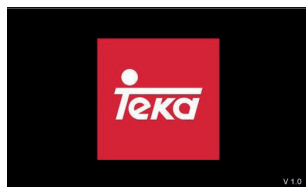
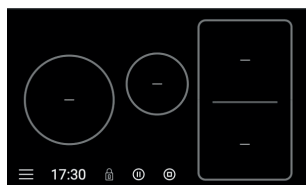

fig. 3
fig. 4
- 1 Berør hovedsensor tænd / slukket ① (1) i mindst et sekund. Lampen for tændt (3) lyser og blinker for at indikere at komfuret tændes. Touchpanelet viser Teka-symbolet (fig. 3). Når det er tændt skiftes direkte til "hovedskærmen" (fig. 4).
Efter aktivering af "hovedskærm" (fig. 4) kan der tændes for de plader der ønskes.
Fra "hovedskærmen" (fig. 4) er det muligt at afbryde alle plader samtidig på slukkesymbolet (2).